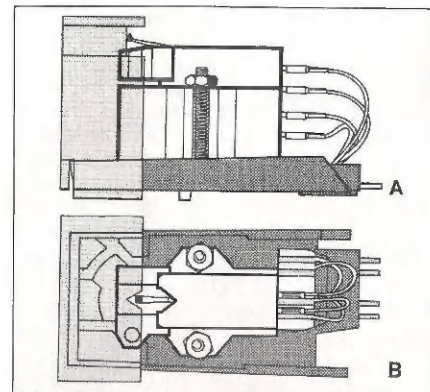

Fig. 17
2. Befestigen Sie das Tonabnehmersystem unter Verwendung des dem Tonabnehmersystem beigelegten Zubehörs auf dem Systemträger. Zu beachten ist, daß sich die Abtastnadelspitze — von oben betrachtet — mit der V-förmigen Aussparung der Systemlehre deckt (Fig. 17).
2. Fixez la cellule sur le porte-cellule en utilisant les accessoires joints à la cellule. Vérifiez que la pointe de lecture — vue de haut — se superpose à l'encoche en forme de V du gabarit de la cellule (Fig. 17).
2. Using the hardware provided, mount the cartridge on the cartridge holder. Make sure that the V-shaped recess of the stylus tip as seen from above covers the cartridge gauge (Fig. 17).